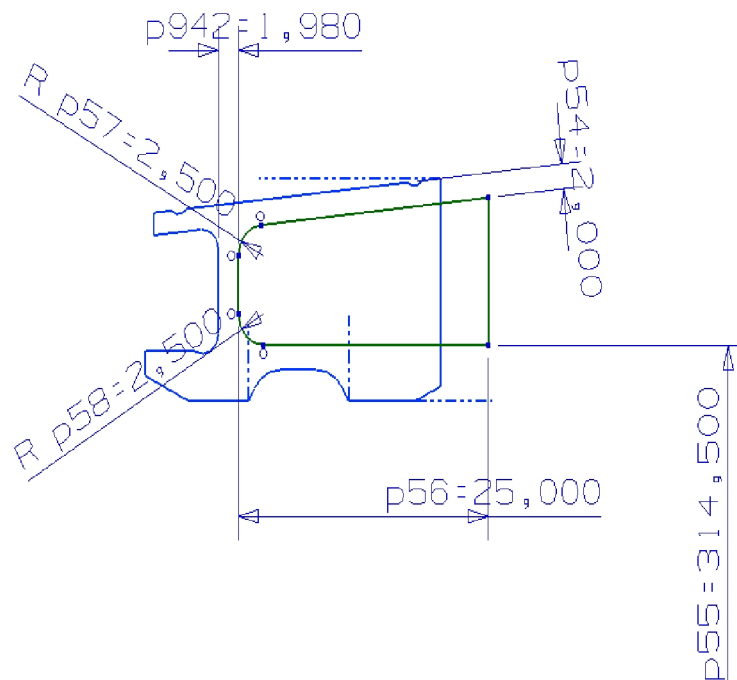
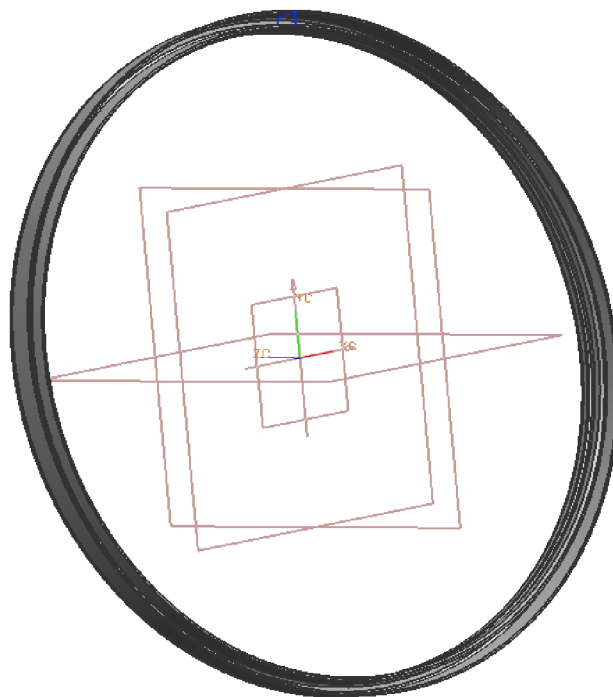

Рис. 85. Образмеренный эскиз поперечного сечения выборки
Рис. 86. Проставка с кольцевой выборкой
7. Создайте кольцевую выборку в проставке с заданными геометрическими параметрами (Рис. 81). Создайте эскиз в той же плоскости, что и эскиз меридионального сечения проставки и постройте меридиональное сечение выборки (Рис. 85). Эскиз сечения выборки связан размерами $p_{942}=1.98$ мм и $p_{54}=2.0$ мм с эскизом меридионального сечения проставки. Используя полученное сечение выборки (Рис. 85), создайте тело вращения: **Revolved Body: Insert** → **Design Feature** → **Revolve...** Выберите в графической области созданный эскиз (цвет контура эскиза изменится), нажмите **ОК**. Выберите метод получения **Axis and Angle**. В качестве вектора, вокруг которого будет выполнено вращение эскиза, выберите **Datum Axis**, нажмите **ОК**. Примем по умолчанию предлагаемый начальный угол 0 и конечный угол 360 градусов и нажмите **ОК**. В **Boolean Operation** выберите опцию **Subtract**, нажмите **ОК**. В результате должно получиться тело вращения (Рис. 86).